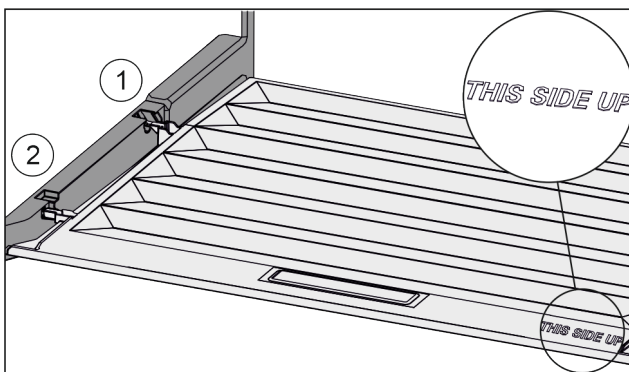

Fig. 88
- ▶ Deckelstege über Öffnung der hinteren Halterung Fig. 88 (1) einführen und vorne in Halterung Fig. 88 (2) einrasten.